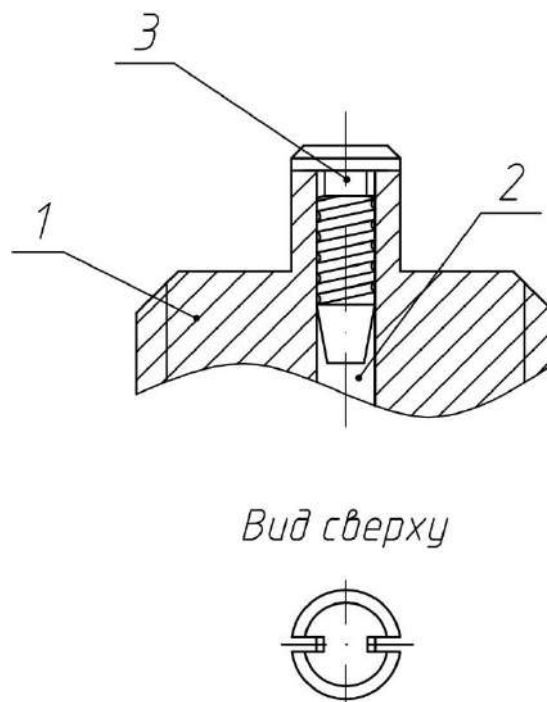

Рисунок 1.2 – Установка демпфирующей вставки
1.4.4 Для исключения возможного выхода датчиков из строя вследствие гидроудара, предусмотрена возможность установки в приемной полости 2 штуцера 1 демпфирующей вставки 3 (см. рис.1.2), поставляемой по дополнительному заказу. Вставка 3 представляет собой титановую втулку, на внешней поверхности которой выполнены две спиральные канавки, образующие с внутренней поверхностью штуцера 1 демпфирующий канал.